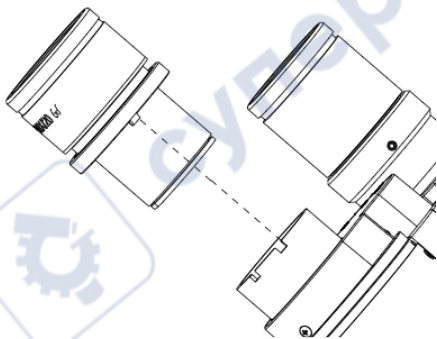

Рис.12
3. Использование визирного окуляра (рис. 12).